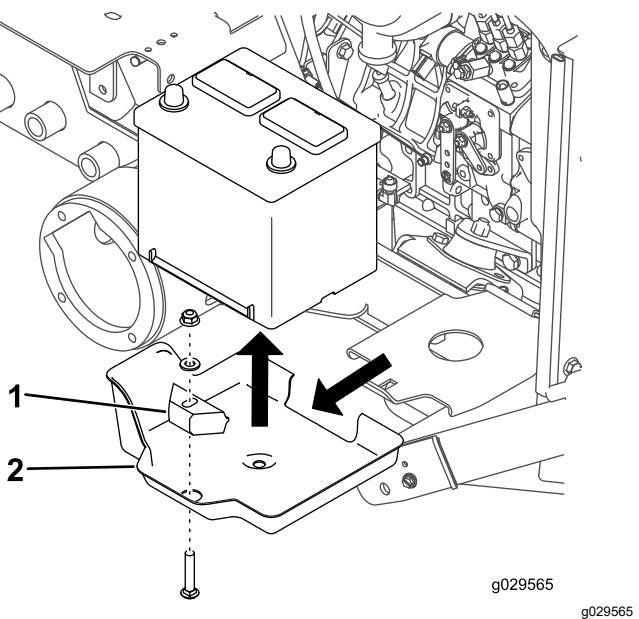

Figura 23
- Retire el perno de cuello cuadrado, la arandela, la pletina de sujeción de la batería y la tuerca que sujetan el batería (Figura 23).
- Retire la batería de su bandeja (Figura 23).
- Retire la bandeja de la batería de la plataforma (Figura 23).